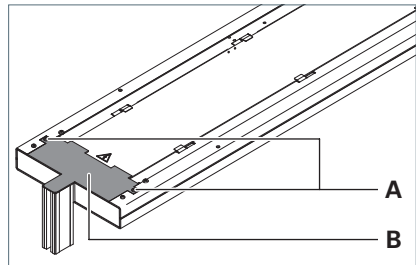

Fig. 1: Abdeckung entfernen.
- Drehen Sie die Schrauben **A** aus der Abdeckung **B**, siehe Fig. 1.